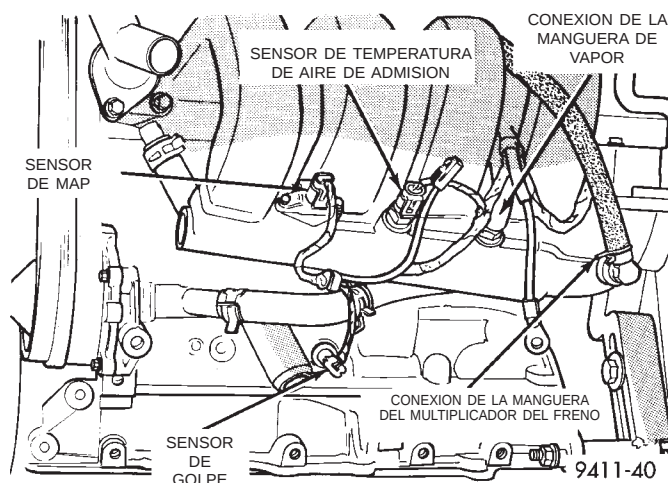

Fig. 22 Conectores eléctricos del múltiple de admisión y conexiones de la manguera de vacío
(8) Desconecte el conector eléctrico de la temperatura de aire de admisión. Desconecte las mangueras de la bomba de detección de fugas y de la ventilación positiva del cárter (PCV) (Fig. 22).
(9) Desconecte el conector eléctrico del sensor de golpe y el mazo de cableado de la lengüeta situada en el múltiple de admisión (Fig. 22).
(10) Retire los dispositivos de fijación que están en el cuerpo de la mariposa del acelerador y que fijan el